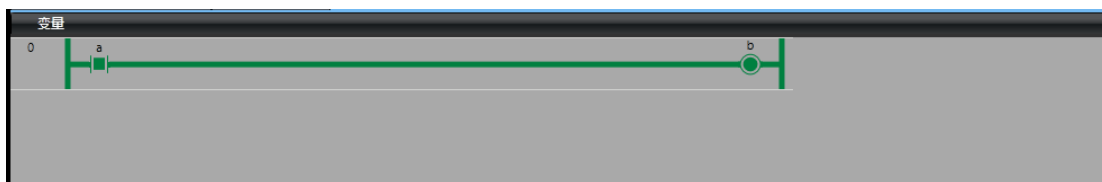

图 3-1
- b. 点击触摸屏画面 SW0, 可以看到 BL0 亮了, 并且 SYSMAC STUDIO 中, a 导通了 b, 如图 3-1 所示: